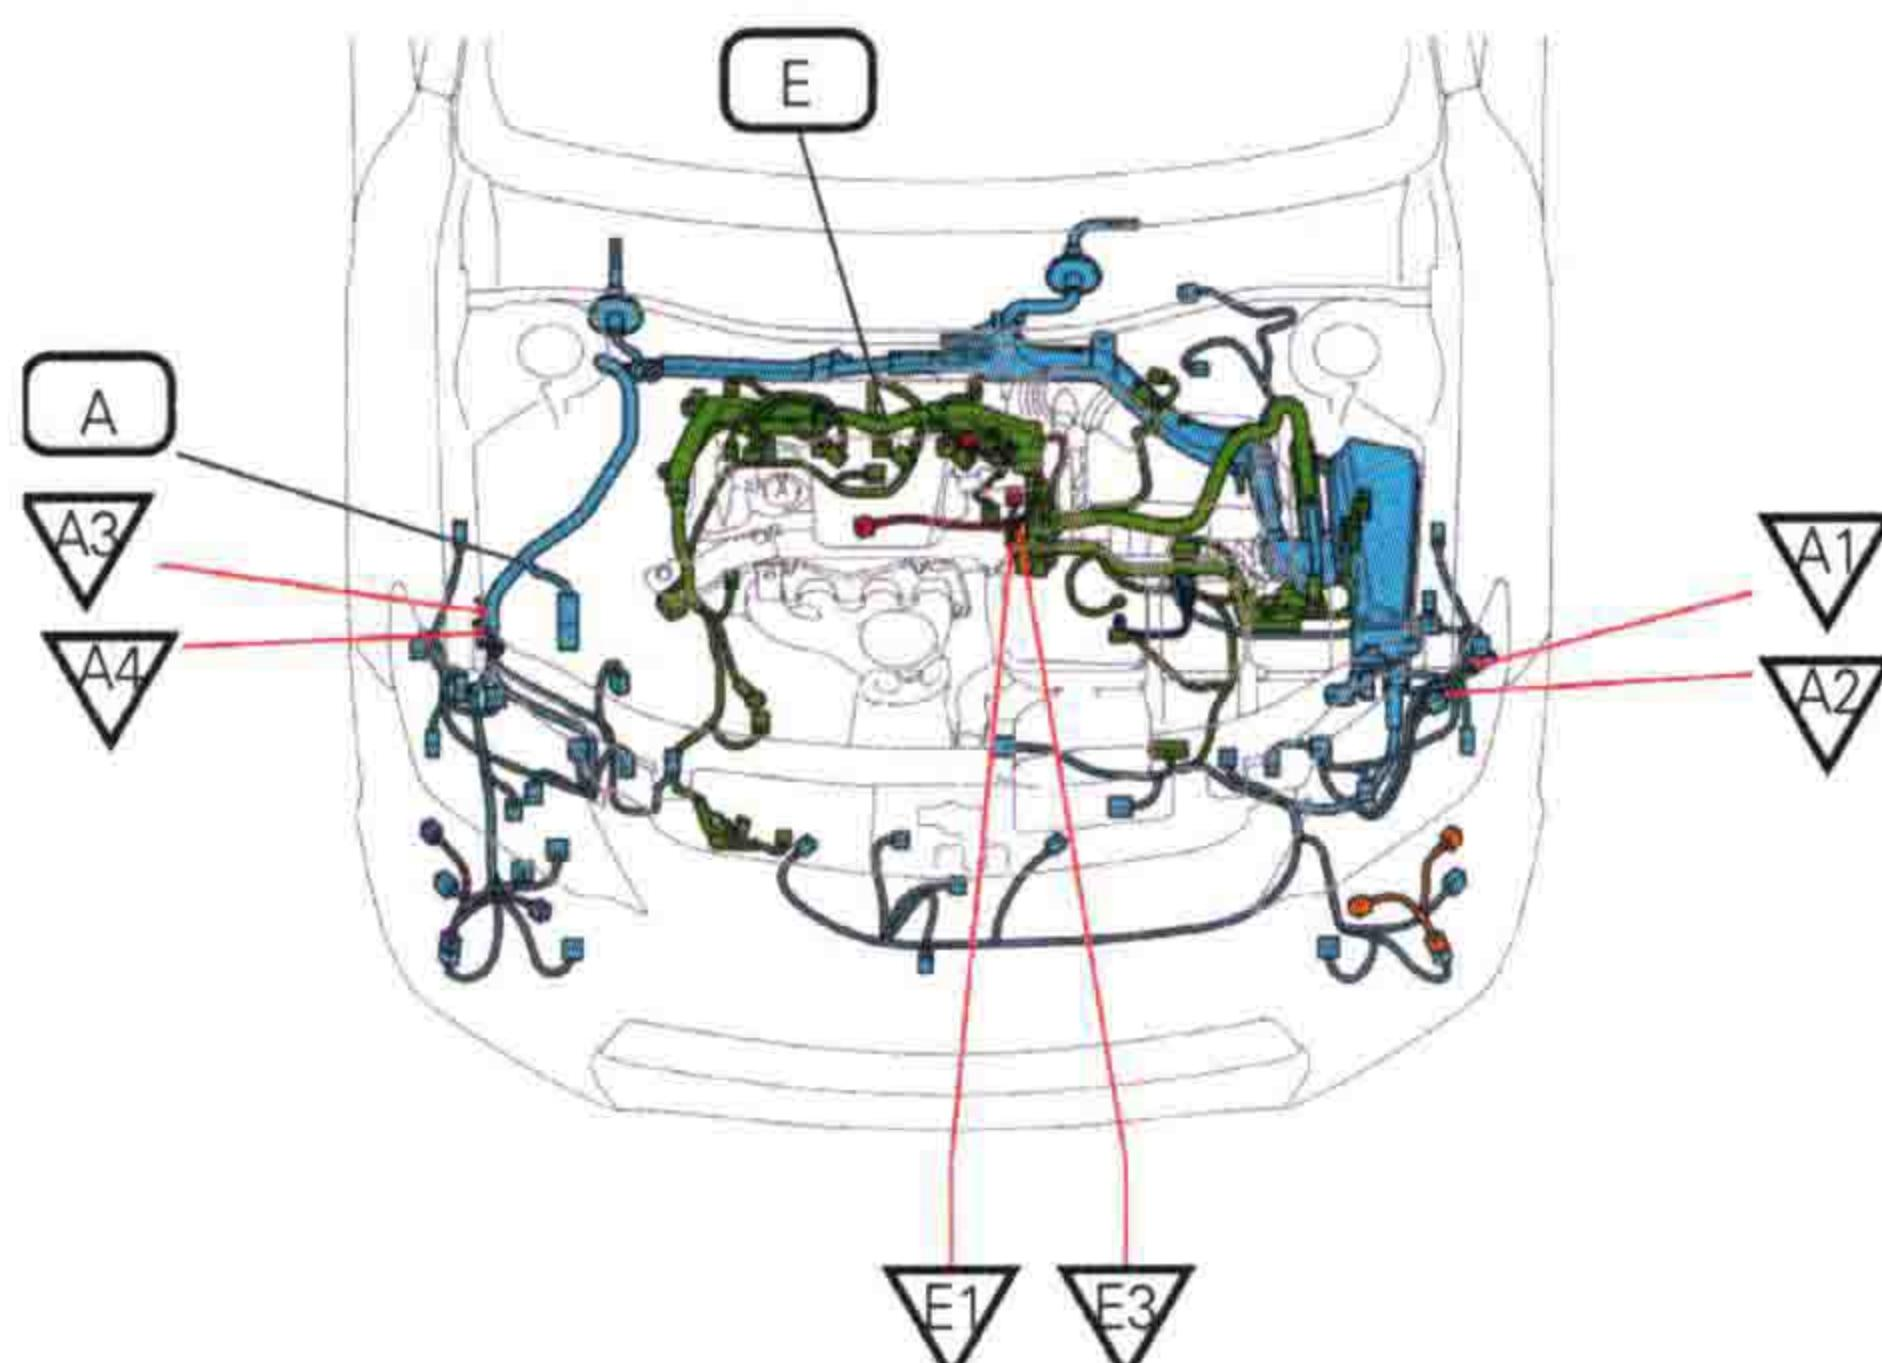

图 1-3 丰田凯美瑞 (2016 混合动力版) 发动机舱接地点位置
(2) 搭铁电路 搭铁电路主要是为电器部件提供电源回路，在各品牌汽车电路图中，这部分称为接地电路。一般汽车的接地点分布以位置图形形式出现，直观地显示接地点位置。图1-3所示为2016款丰田凯美瑞混合动力版车型发动机舱接地点分布图，图中标号E为发动线束，标号A1、A2、A3、A4、E1、E3为接地点，在其他电路中看到相应编号，即可对照图1-3找到接地点的位置。